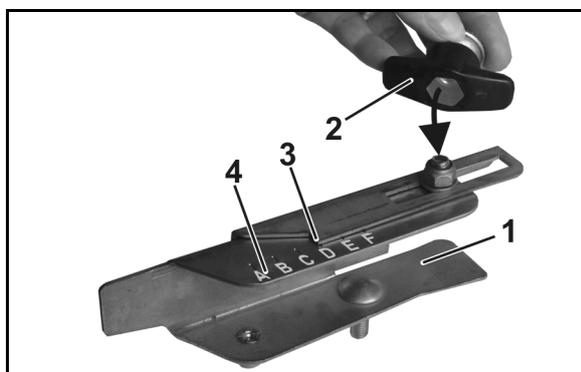

Fig. 81
3. Desserrez la vis sur la partie extérieure de l'aube (Fig. 81/1) avec le six pans creux de l'écrou à ailettes (Fig. 81/2).
4. Positionnez l'arête de lecture (Fig. 81/3) sur la lettre de l'échelle graduée (Fig. 81/4) indiquée par le tableau d'épandage et resserrez la vis à fond.